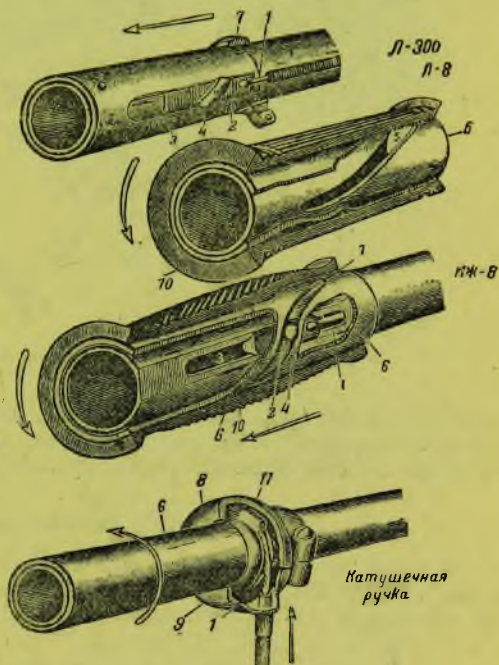

Рис. 200. Ручки управления газом
Устройство вращающихся ручек руля показано на рис. 200. При винтовой ручке ТИЗ-АМ-600, ИЖ-8, Л-300, Л-8) передача движения тросу (1) осуществляется ползуном (2), который может перемещаться лишь вдоль ручки по соответствующему прорезу (3); ползун (2) получает движение через выступ (4), входящий в винтовую прорезь (5) поворачивающейся трубки (6). Более совершенной конструкции таких ручек нужно признать катушечную, устанавливаемую на мотоцикле МЛ-3, которая передвигает трос (1) путем наматывания его на барабанчик (11), выточенный за одно целое с трубкой (6), находящейся в резиновом чехле. Закрепление всей ручки на руле производится корпусом — хомутиком, состоящим из двух половинок (8) и (9), стягиваемых болтами.